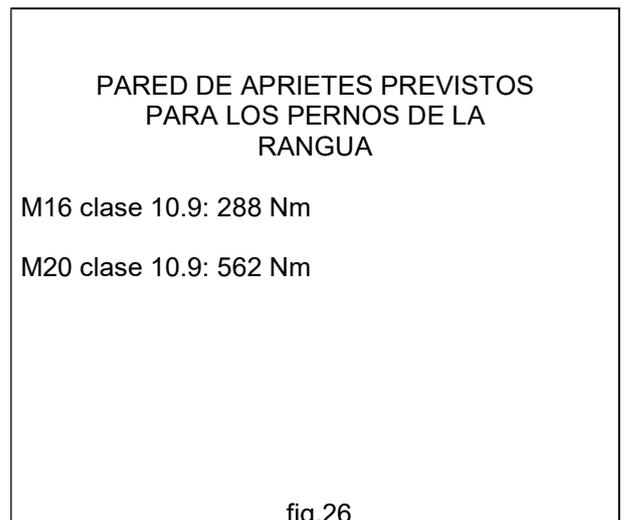

fig.26
6. Insertar los tornillos y atornillar las tuercas correspondientes en ellos, después de colocar las arandelas. Apretar las juntas empernadas con una llave dinamométrica de acuerdo con los pares indicados en la tabla. (fig.26)
5. Insertar los tornillos y atornillar las tuercas correspondientes en ellos, después de colocar las arandelas. Apretar las juntas empernadas con una llave dinamométrica de acuerdo con los pares indicados en la tabla. (fig.26)